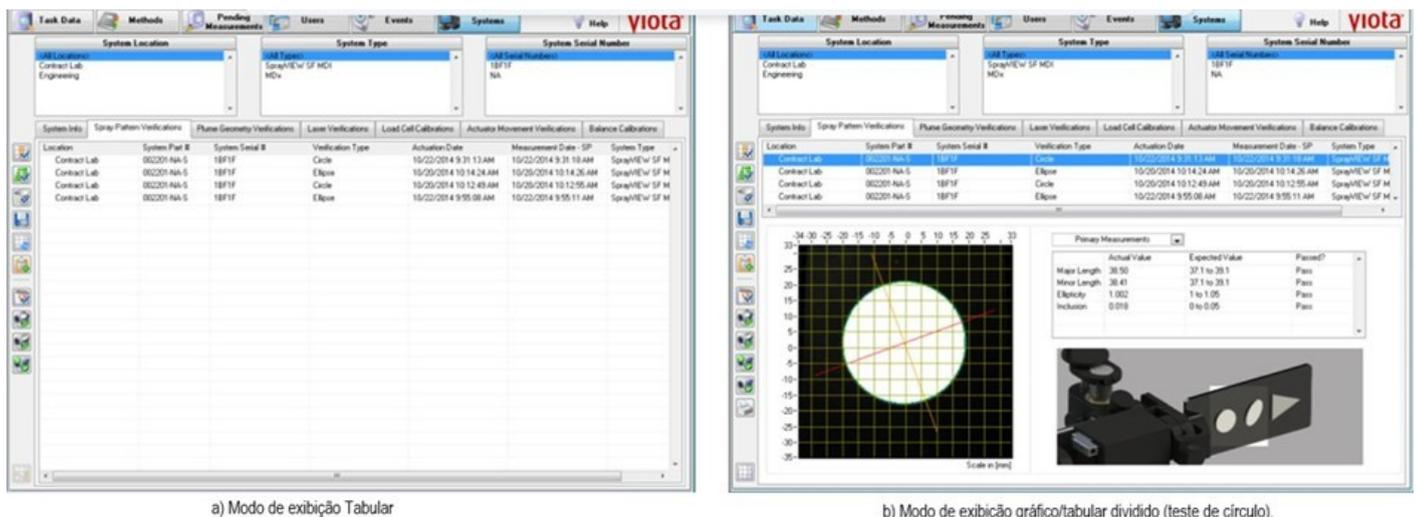

Figura 46. Guia de verificação do padrão spray/pulverização.
a) Observe que a guia *Spray Pattern Verifications* verificações do padrão spray/pulverização lista os detalhes que foram realizados no sistema atualmente selecionado com os filtros de dados do sistema. O software Viota e os sistemas SprayVIEW suportam dois tipos de testes de verificação de padrão spray/pulverização: Círculo e Elipse. Esses testes são utilizados pelo software Viota para verificar se o sistema SprayVIEW mede, dentro de tolerâncias aceitáveis, os atributos das formas circulares e elípticas no alvo de verificação do sistema conforme Figura 46.
d) Aprove um registro de resultado de verificação do padrão spray/pulverização com as permissões apropriadas, aprove um registro de verificação de movimento do atuador quando no modo de exibição dividido gráfica/tabular, conforme Figura 46.